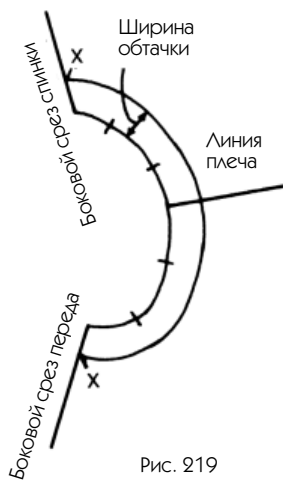

Рис. 219
1. Соедините по плечевым линиям лекало переда с лекалом спинки, затем проведите линию параллельно краю, отступив от него 4 см (рис. 219).